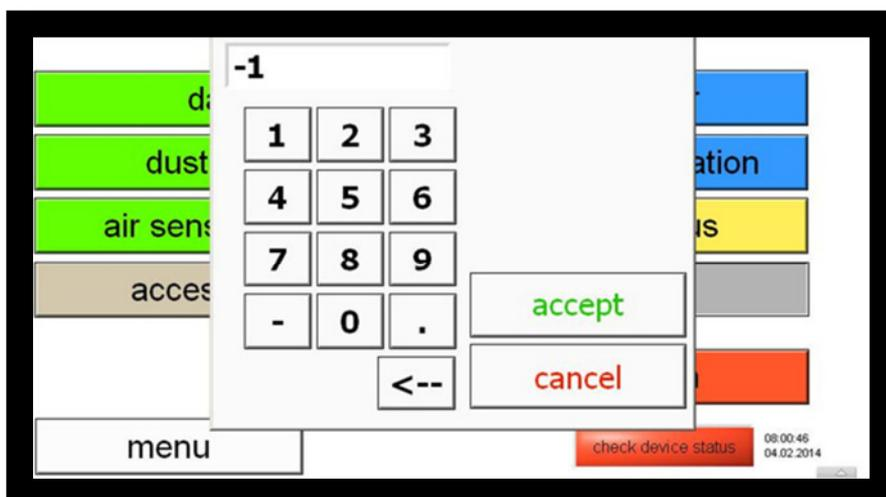

Abbildung 15: Passworteingabe für Zugang zu Expert User Menu
Wechseln Sie zum Expertenmenü durch Anklicken des Buttons "expert user menu", dann geben Sie die "1" folgend auf "-" ein und klicken auf "accept" (Abbildung 15):
- Wechseln Sie zum Expertenmenü durch Anklicken des Buttons "expert user menu", dann geben Sie die "1" folgend auf "-" ein und klicken auf "accept" (siehe Abbildung 15).